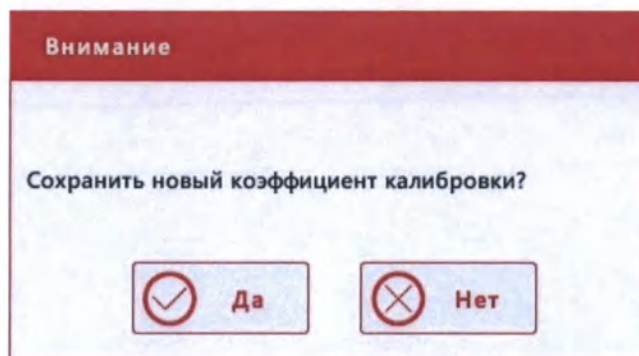
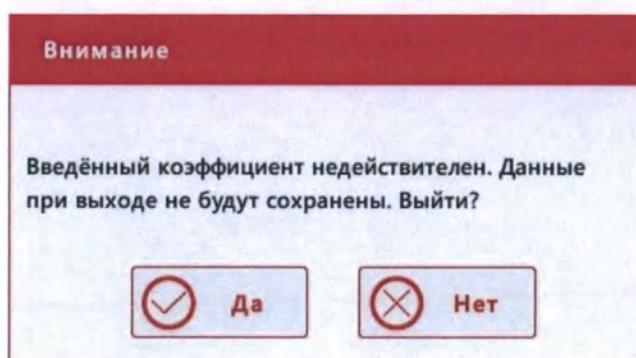

Рис.8.3-10 Диалоговое окно с предложением о сохранении новых факторов калибровки
Рис.8.3-11 Окно с предупреждением о невозможности сохранения новых коэффициентов
- 3) Для выхода из режима калибровки и сохранения новых введённых факторов калибровки нажмите на любую кнопку главного меню (верхняя строка меню анализатора) – появится окно с запросом сохранения новых коэффициентов калибровки (Рис.8.3-10). Нажмите на кнопку **«Да»** - новые факторы калибровки будут сохранены, а анализатор перейдёт в тот пункт меню, кнопка которого была нажата оператором.
- 5) Если какой-либо из введённых коэффициентов окажется лежащим вне пределов диапазона 75.00% ~ 125.00%, то при попытке выйти из экрана ручной калибровки вместо диалогового окна на Рис.8.3-10 откроется диалоговое окно с другим сообщением (Рис.8.3-11):